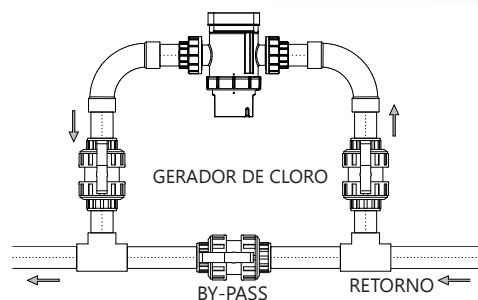

Figura 11
2. Recomendamos que a instalação seja feita num sistema de “by-pass” para garantir que, em caso de manutenção, ele possa ser retirado sem prejudicar o sistema filtrante existente na piscina, além de garantir a regulação da vazão ideal para o aparelho, conforme a **figura 11**.